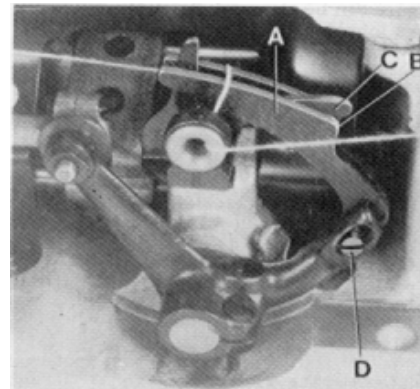

Fig.13
On the two thread double locked stitch styles, the height of the looper thread take-up (A, Fig. 13) is set so, that the cast-off hook (C) forces the looper thread over the corner (B) of the looper thread take-up (A) at the time the point of the descending needle is flush with the lower edge at looper or projects up to 1 mm (.040") below the lower edge of looper.
For setting the looper thread take-up loosen screw (D, Fig. 13).
Bei den Zweifaden-Doppelkettenstichmaschinen wird die Höhe des Greiferfadenaufnehmers (A, Fig. 13) so eingestellt, daß der Greiferfadenabzugshaken (C) den Greiferfaden zu dem Zeitpunkt über die Ecke (B) am Greiferfadenaufnehmer (A) zieht, wenn die Spitze der sich nach unten bewegenden Nadel mit der Unterkante des Greifers bündig ist oder bis zu 1 mm unterhalb der Greiferunterkante steht.
Fädeln Sie den Greiferfaden ein, drehen Sie die Riemenscheibe in Nährichtung und merken Sie sich die Stellung der Nadelspitze zur Greiferunterkante zum Zeitpunkt wo der Greiferfadenabzugshaken (C) den Greiferfaden über die Ecke (B) zieht. Zur Einstellung des Greiferfadenaufnehmers lösen Sie die Schraube (D, Fig. 13).